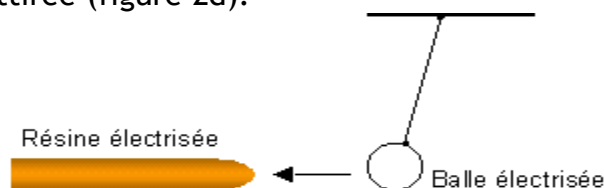

Figure 2d
- La balle de sureau est attirée (figure 2d).